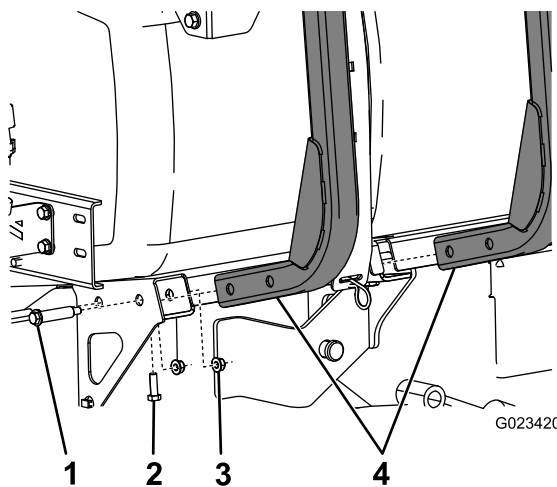

Figura 2
1. Monte as duas estruturas da bobina de tubagem à parte lateral da máquina utilizando 4 parafusos com olhal e 4 porcas flangeadas (5/16 pol.) como se mostra em Figura 2.
2. Prenda o lado inferior das estruturas da bobina de tubagem à máquina utilizando 2 parafusos (5/16 pol.) e 2 porcas de bloqueio (Figura 2).